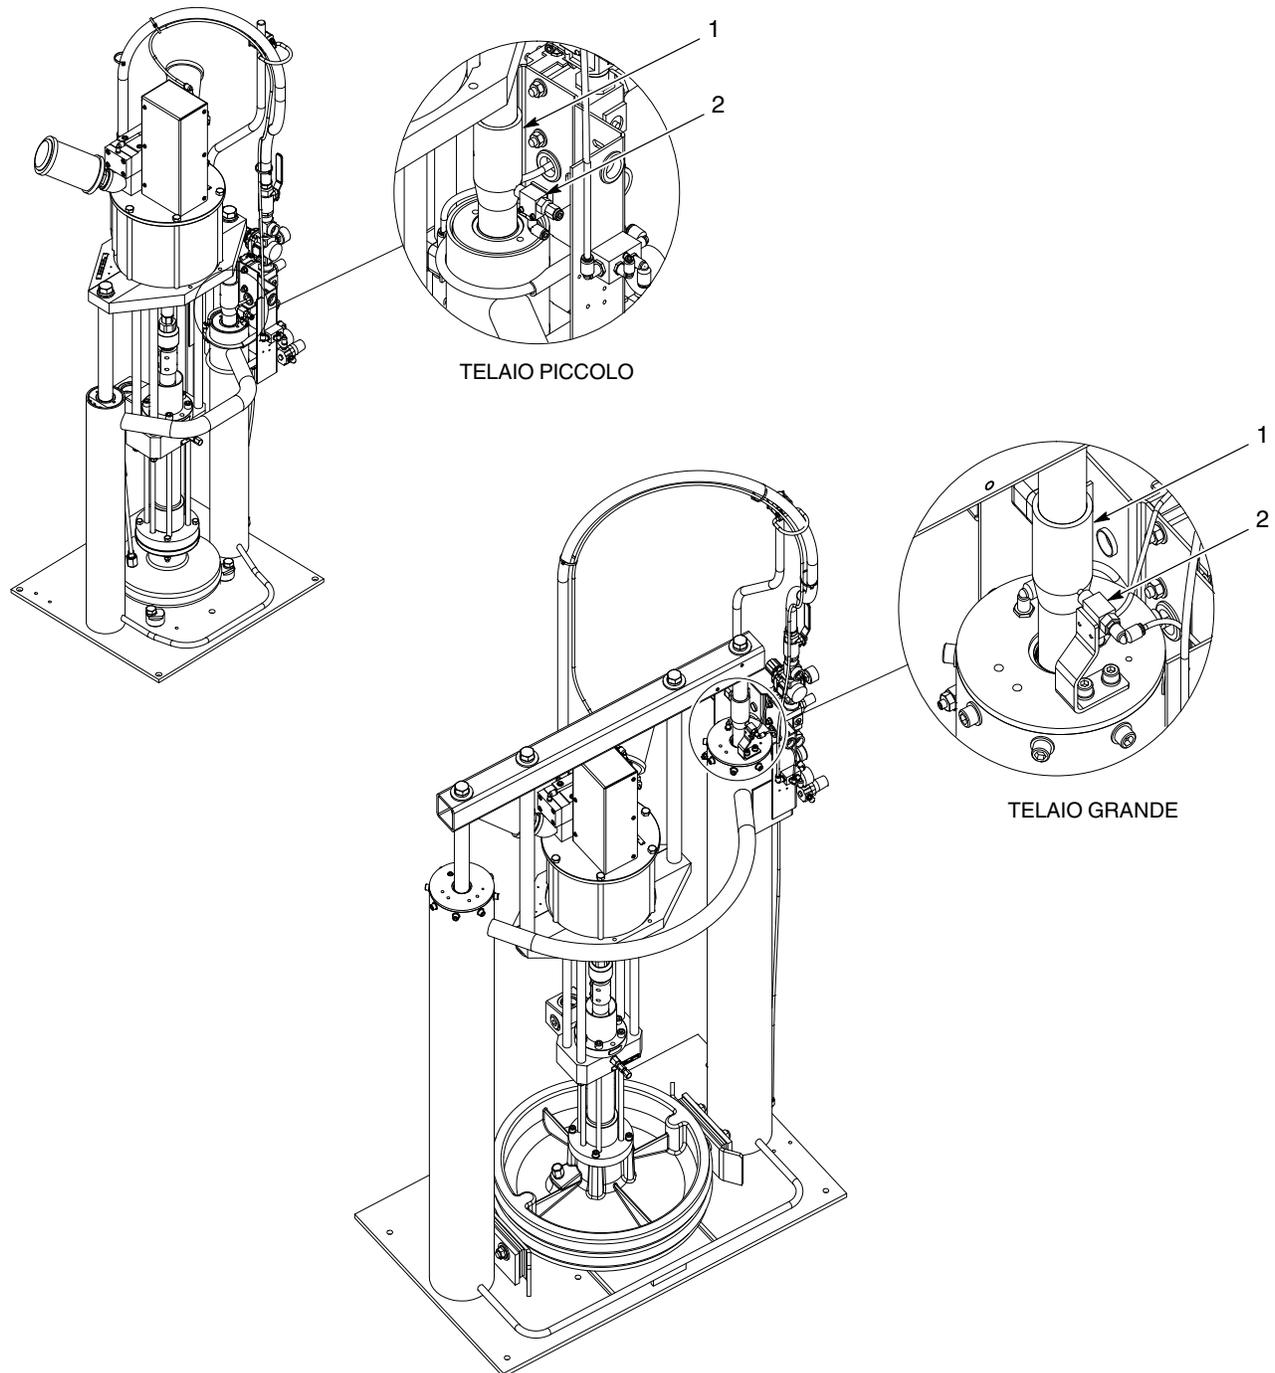

Figura 1 Gruppi pneumatici del livello del fusto
Vedi figura 1. I moduli del livello del fusto impiegano un collare montato su pistone (1) e un interruttore di finecorsa per stantuffo a rullo (2) per monitorare la distanza tra il fondo del pressatore e la base del telaio dello scaricatore.